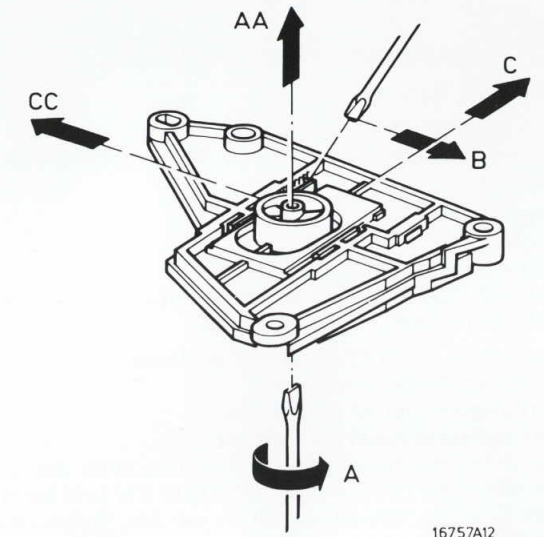

Fig. 2
- Falls das Band bei der Tonwelle nach oben oder nach unten geht, muss die Tonwelle mit B auf dem Schwungradlager (Abb. 2) senkrecht eingestellt werden.
- Das Schwungradspiel muss fühlbar sein aber darf nicht mehr als 0,3 mm betragen. Einstellen mit A (Abb. 2).
- Quando il nastro sul capstan si muove o verso l'alto o verso il basso, regolare il capstan affinché sia perpendicolare per mezzo della B sulla bussola per perno del volano B (Fig. 2).
- Il gioco deve essere visibile ma non deve superare i 0,3 mm. Regolare ruotando A (Fig. 2).